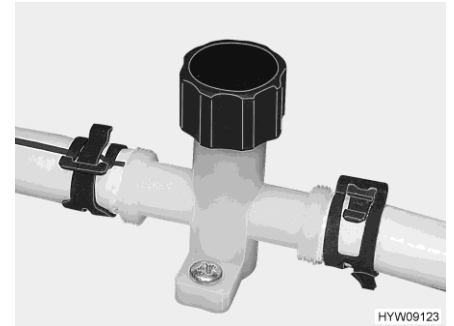

Fig. 108 Rubinetto di scarico (tubatura dell'acqua)
- Chiudere i rubinetti di scarico. A tal fine, ruotare in senso orario il coperchio del rubinetto di scarico (Fig. 108).